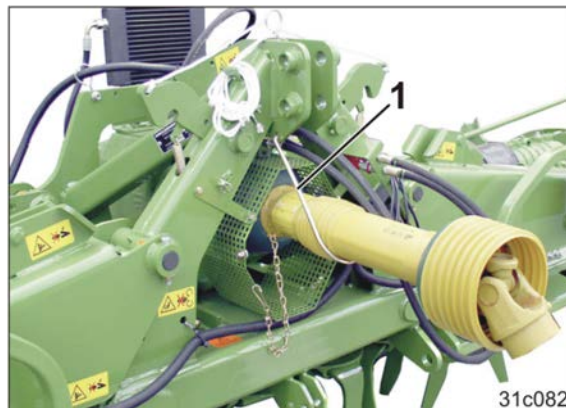

Fig. 55
8. Hæng kardanakslen ind i bøjlen (Fig. 55/1).